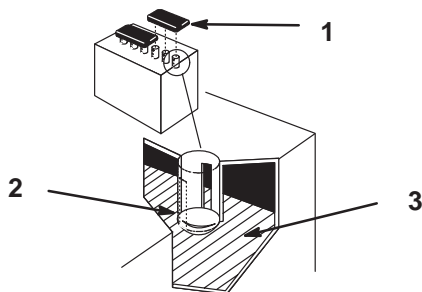

Figure 28
2. Enlevez les bouchons de remplissage. Si le niveau d'électrolyte n'atteint pas la partie inférieure du tube (Fig. 28), ajoutez la quantité d'eau distillée requise (voir Ajout d'eau dans la batterie, page 28).
2. Enlevez les bouchons de remplissage (Fig. 28).
3. Versez lentement de l'eau distillée dans chaque élément pour amener le niveau à la partie inférieure du tube (Fig. 28).